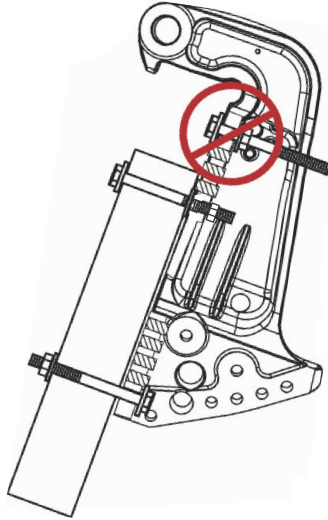

図2
1. 適切に支持されていない状態のトランサムクランプブラケットに付属品を取り付けしないでください。図2を参照してください。